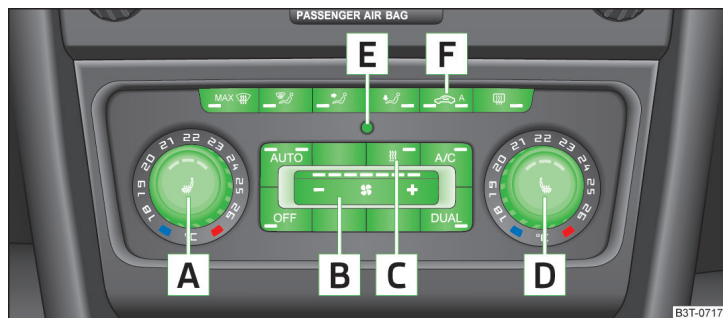

Fig. 125 Climatronic: Elementele de comandă
Funcțiile elementelor de operare individuale » fig. 125:
- Apăsati tasta **AUTO** » fig. 125 la pagina 115.
- Rotiți regulatorul rotativ **A** » fig. 125 la pagina 115 spre stânga, respectiv spre dreapta pentru a mări, respectiv reduce temperatura.
- Rotiți regulatorul rotativ **D** » fig. 125 la pagina 115 spre stânga, respectiv spre dreapta pentru a reduce, respectiv a mări temperatura.